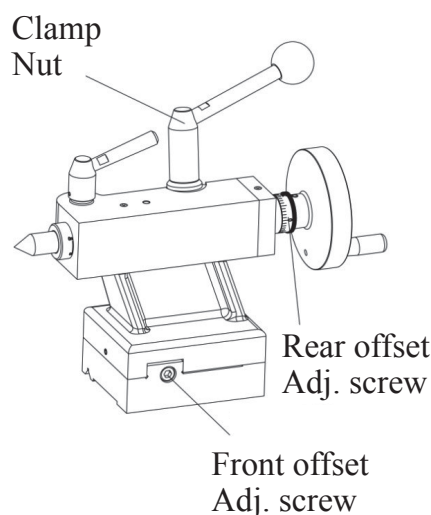

Bild 12: Skruvar och reglage på dubbdocka.
1. Lossa dubbdockans låsmutter (använd reglaget) (se bild 12).
För att ställa in dubbdockans inriktning mot centrumlinjen (för att justera om den svarvade detaljen blir konisk) skruvar du på justerskruvarna (bild 12).